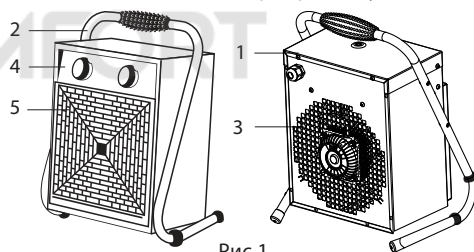
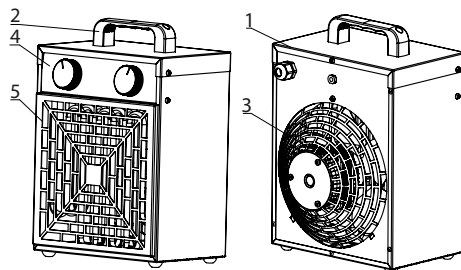

Рис.1
Рис.2
Несущая конструкция тепловентилятора (см. рис. 1 и рис. 2) состоит из корпуса (1), ручки (2) (для моделей KVF-E2-12, KVF-E3-12, KVF-E5-12, KVF-E9-32) или ручки-подставки (2) (для моделей KVF-E15-32, KVF-E24-32, KVF-E30-32, KVF-E36-32). Вентилятор (3) расположен в задней части тепловентилятора. Блок управления расположен в верхней части корпуса под крышкой. Органы управления вынесены на переднюю панель (4). Внутри корпуса расположены трубчатые электроннагревательные элементы, закрытые с лицевой стороны тепловентилятора решеткой (5). Воздушный поток, втянутый вентилятором в корпус, проходя между трубчатыми электроннагревательными элементами, нагревается и подается в помещение через решетку.